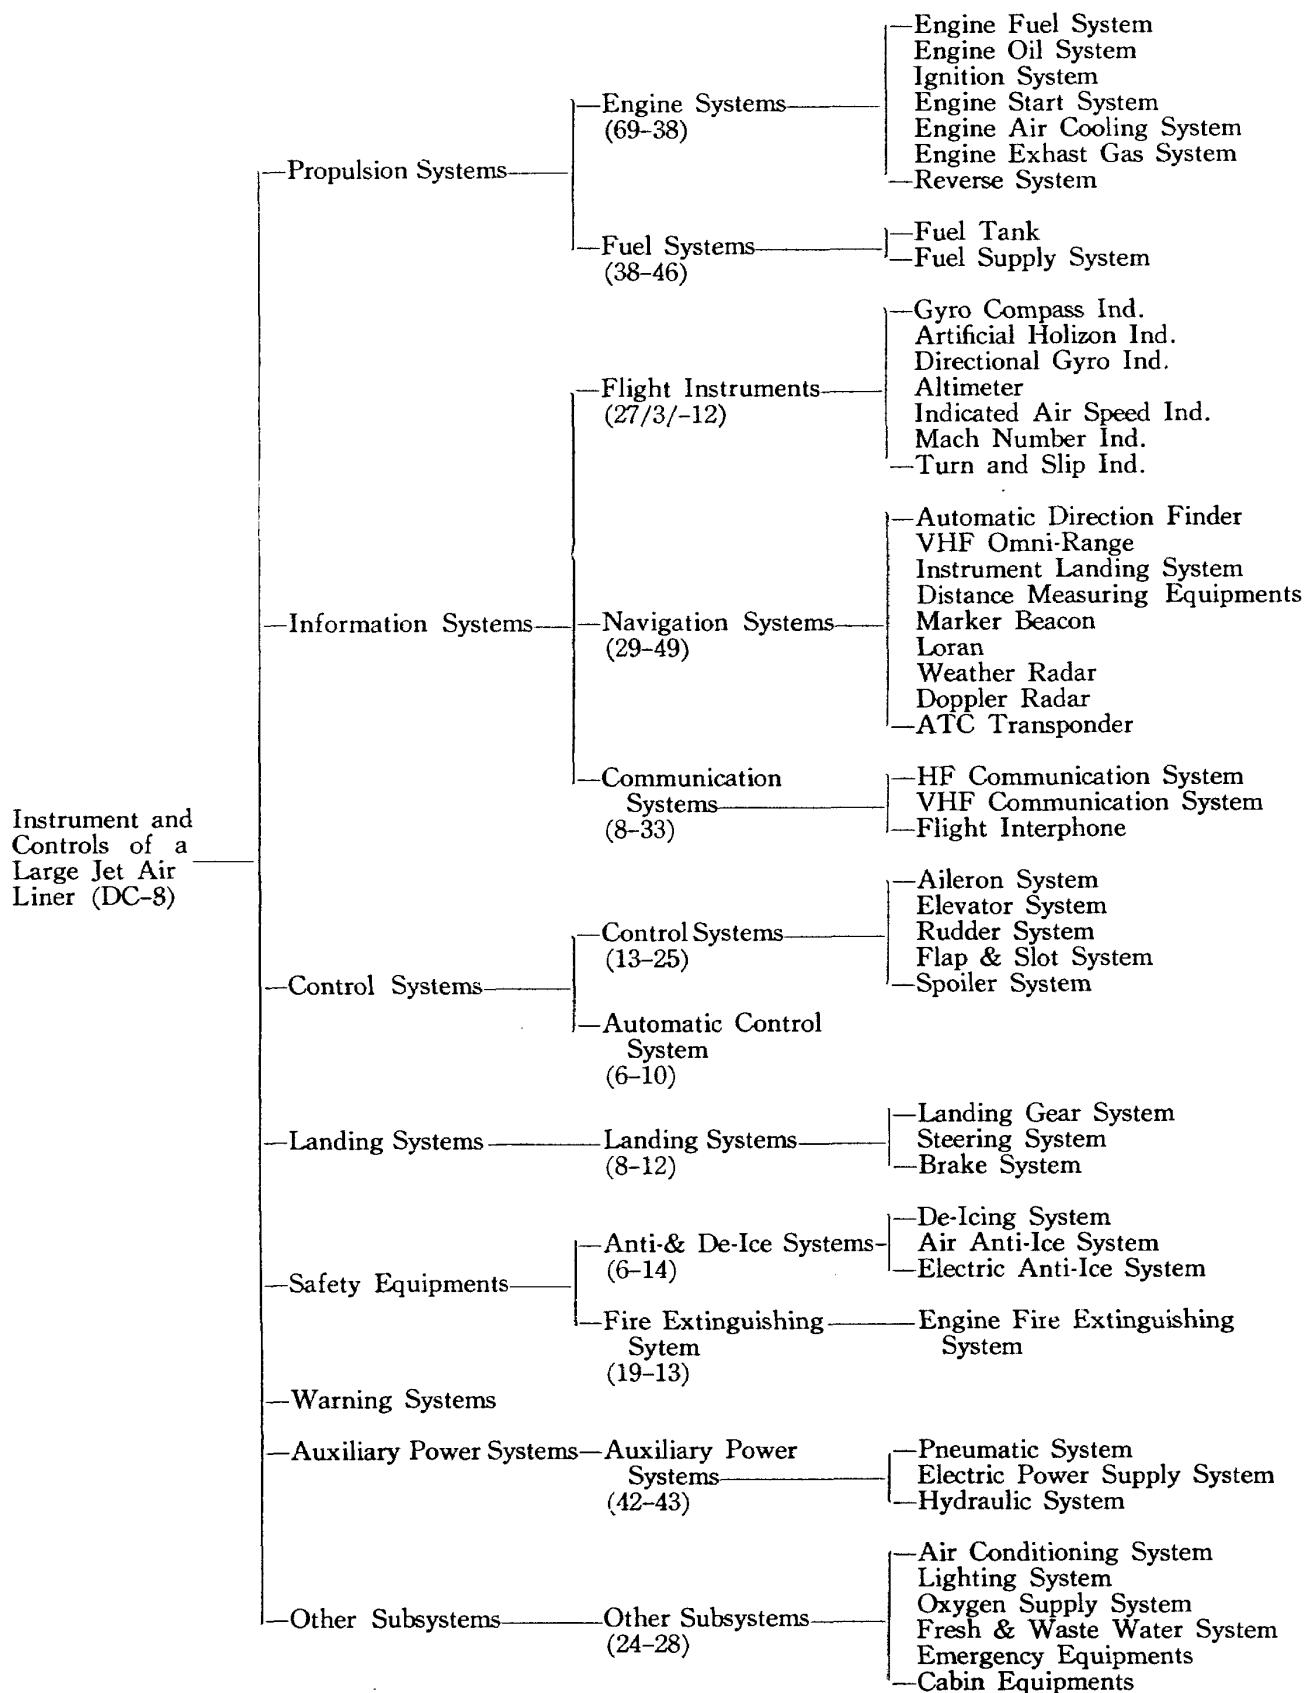

Fig. 4 Subsystems of a Large Jet Air Liner, DC-8
4.1.1.1 操縦に必要な、取得すべき情報が著しく多い。Fig. 4 は DC-8 のサブシステムを分類したものである。かっこの中に示してある数値は当該サブシステムを駆動するにあたって必要な情報と操作端の数を示している。すなわち 4 発のエンジンを運転するにあたって、69 ケの情報が必要であり、飛行計器か